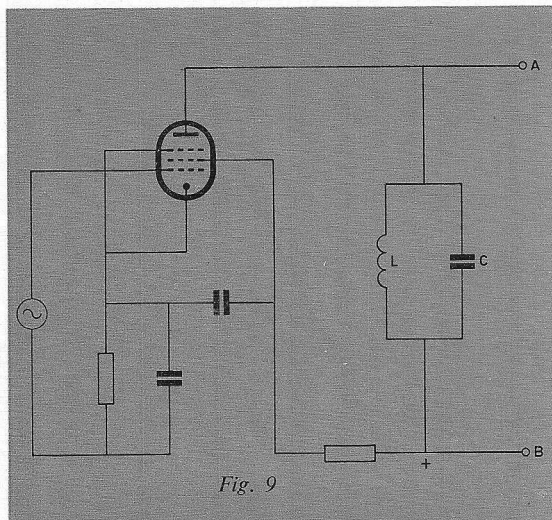

Fig. 9
4. De schakeling volgens fig. 9 bevat een ideale pentode met oneindig grote inwendige weerstand.